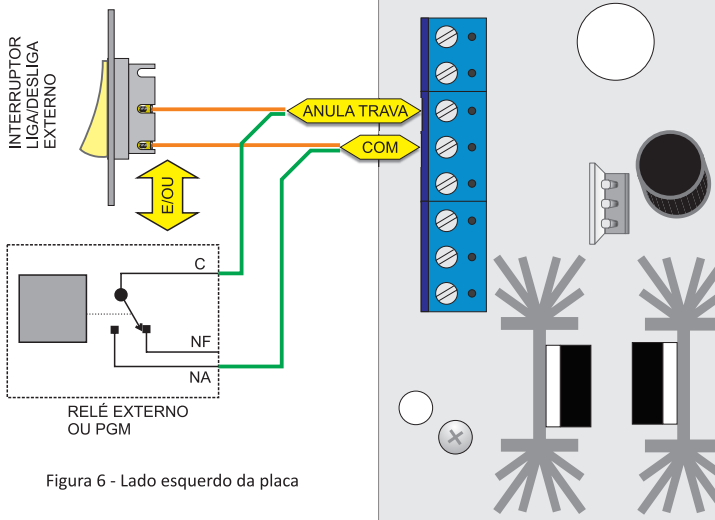

Figura 6 - Lado esquerdo da placa
- Através de um relé conectado entre o borne **ANULA TRAVA** e o **COM**. Podem ser relés de equipamento controlado remotamente (via IP) normalmente encontrado em portarias remotas ou mesmo relés de PGMs. Veja figura 6.
O controle remoto incluído no kit já vem cadastrado na fonte. Para incluir mais controles remotos (TXL-2), siga os passos abaixo e utilize a figura 6 como referência. Como exemplo, cadastrar o botão 1 do controle remoto no relé 1 e o botão 2 do controle remoto no relé 2.